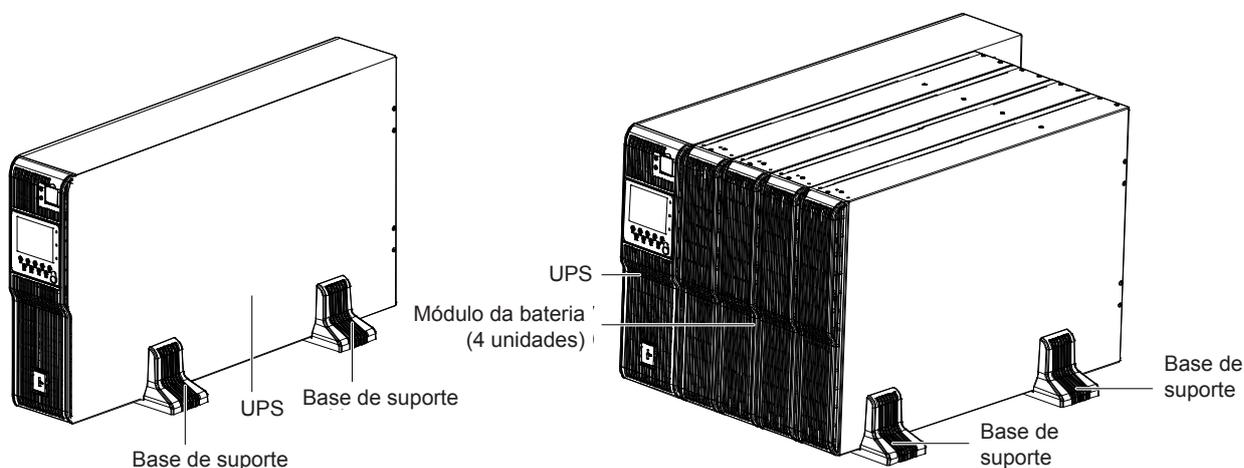

Figura 2-3 Instalação completa do UPS e módulo da bateria
3. Coloque o UPS na base de suporte e nas extensões das bases de suporte, como mostra a Figura 2-3.